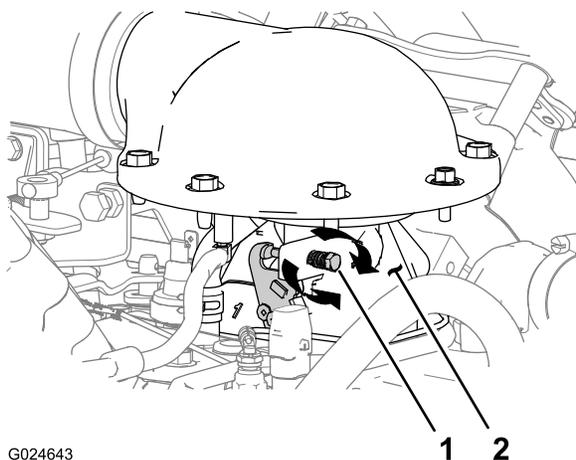

Figure 84
3. Si le régime de ralenti est supérieur ou inférieur à 1 100 tr/min, tournez la vis de réglage du ralenti dans le sens horaire ou antihoraire sur le boîtier de papillon jusqu'à ce que le régime de 1 100 tr/min soit atteint (Figure 84).